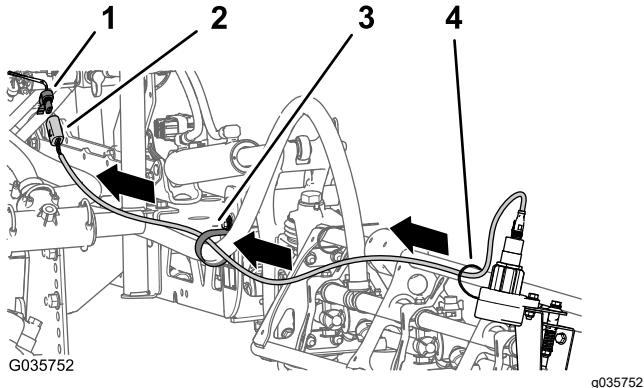

Figura 24
2. Disponete il cablaggio preassemblato del sensore lungo la parte anteriore della sezione delle barre esterne, attraverso il morsetto di supporto e verso il connettore a 4 prese del cablaggio preassemblato proveniente dal kit di finitura Ultra Sonic Boom, davanti al collettore del cilindro di sollevamento (Figura 24).
3. Collegate i connettori a 4 pin per i cablaggi preassemblati del sensore sinistro e destro al connettore a 4 prese del cablaggio preassemblato per il kit di finitura Ultra Sonic Boom (Figura 24) indicati come LEFT SONIC SENSOR e RIGHT SONIC SENSOR.
5. Fissate il cablaggio proveniente dal sensore alla barra con le fascette per cavi (Figura 24).